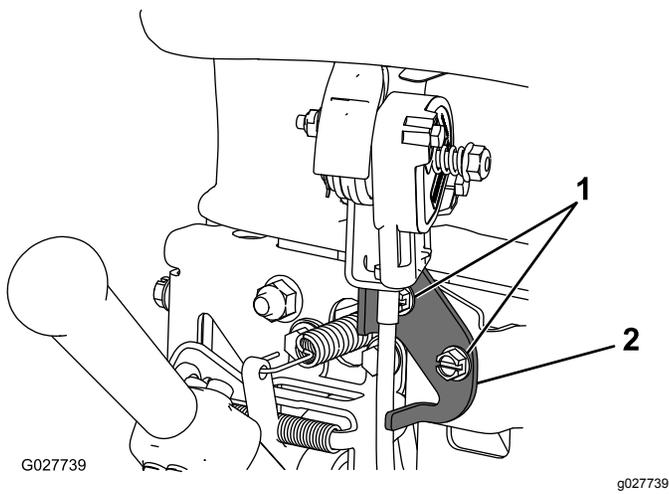

Figura 28
2. Desaperte os dois dispositivos de fixação que prendem a alavanca do acelerador (**Figura 28**).